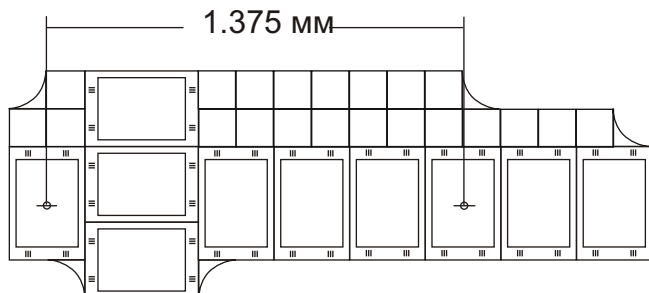

Рис.5
4) На сборки более 2,5-х метров, устанавливать три подвески (рис.5).